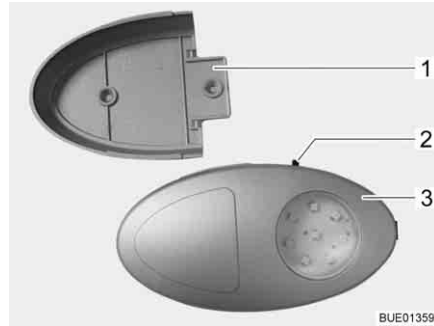

Fig. 48 Lámpara del armario ropero
- ▷ La lámpara del armario ropero puede ser extraída del soporte atornillado (Fig. 48,1) y ser usada como linterna.
El interruptor (Fig. 48,2) está instalado directamente en la lámpara del armario ropero (Fig. 48,3).